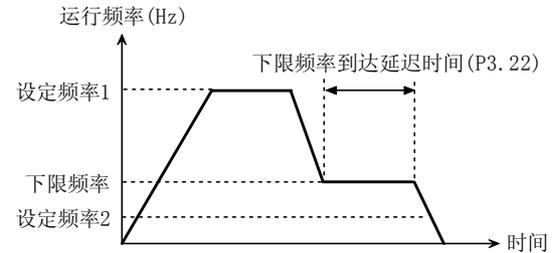

图 5-2-4 0频运行
- ◆ 选择1: 0频运行时, 如果设定频率小于下限频率, 则先在下限频率运行下限频率到达延迟时间P3.22, 然后下降到0频运行, 如图5-2-4所示。